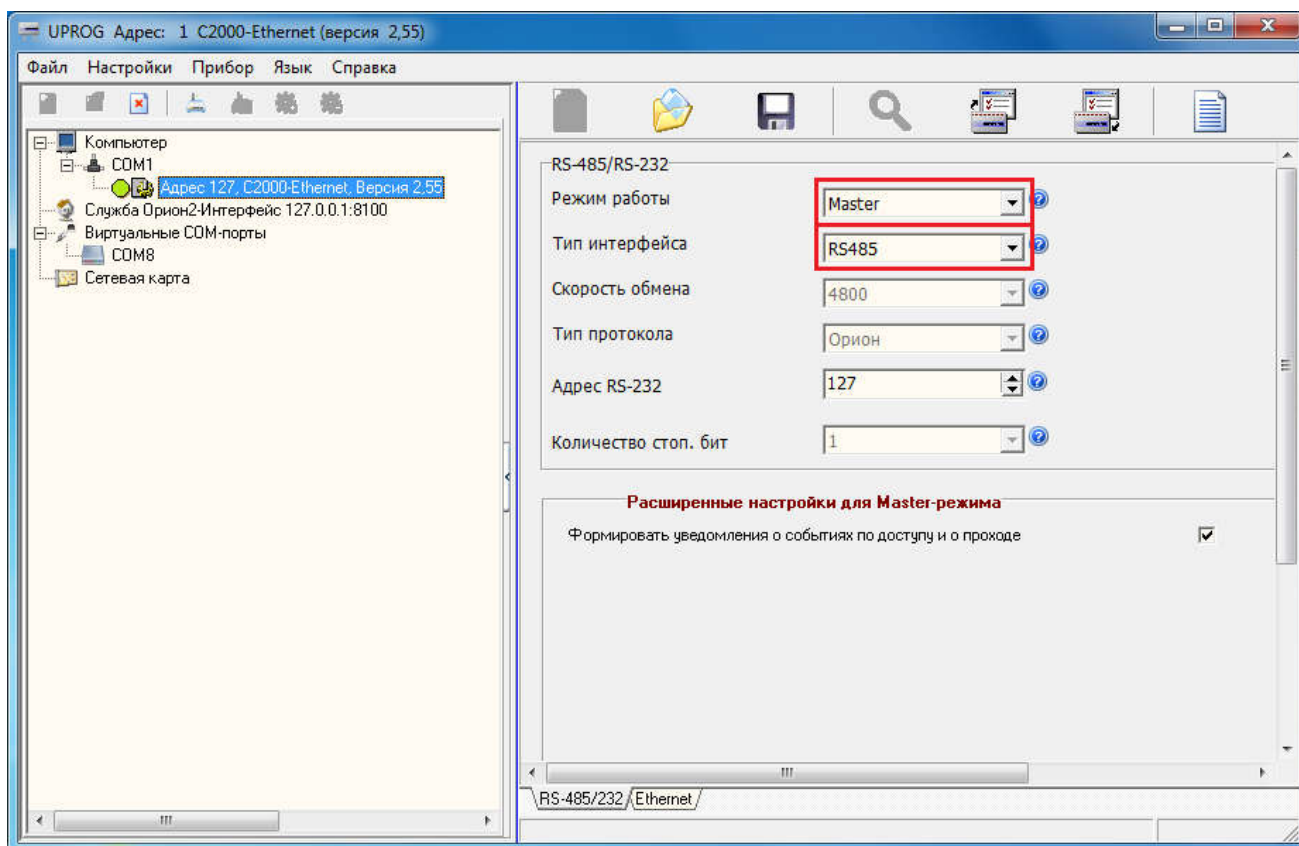

Рис.3. Конфигурирование C2000-Ethernet, страница RS-485/232.
- 3) Запустить программу UProg. Выбрать в структуре оборудования прибор C2000-Ethernet как показано на рисунке 2. По кнопке «Чтение конфигурации из прибора» выполнить чтение конфигурации. Конфигурация «C2000-Ethernet» загрузится и станет доступной для редактирования (см. рисунок 3);
После выполнения конфигурирования, джампер прибора выставляется в любой режим работы отличный от «Config». Реальный режим работы прибора задаётся в параметрах конфигурирования на странице RS-485/232 (см. рисунок 3). Его нужно установить значением «Master».